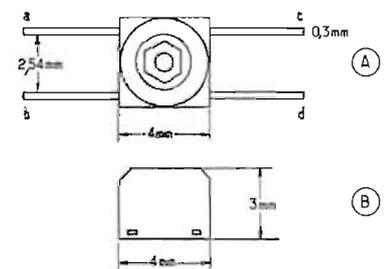

Fig. 7
Cette valeur correspond à l'amortissement du circuit LCR du détecteur. La figure 7 (A) donne les dimensions de cette bobine : carré de 4 mm de côté avec connexion de chaque côté. En (B) de la même figure on voit la bobine avec les connexions vers l'observateur. La hauteur de la bobine est de 3 mm environ. Ce composant est donc extrêmement petit et ne pèse que 0,15 g max. Il doit convenir parfaitement au montage miniature proposé car la distance entre deux points voisins du CI, comme les points 10 et 11, est de 2,5 mm environ, c'est-à-dire la distance entre les deux fils de la bobine.